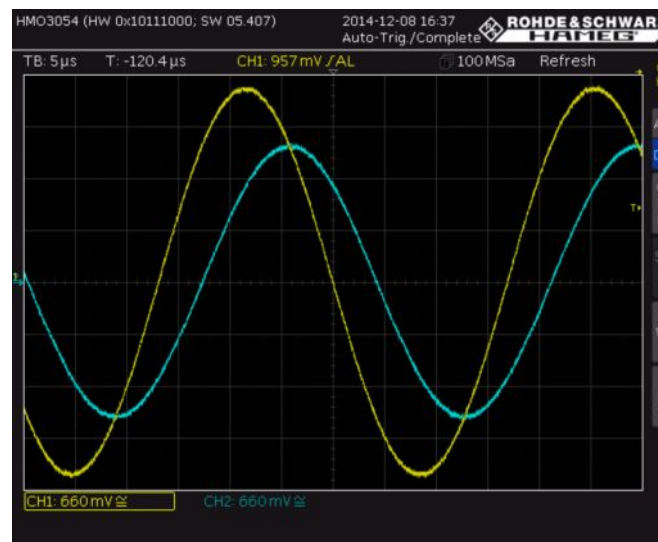

Рис. 2-41 – Графики u_{in} (CH1, желтый) и u_{out} (CH2, синий) на частоте среза ФНЧ
- Нажмите клавишу *Quick View* для отключения функции Quick View (Быстрый просмотр). На рис. 2-41 показано ослабление и фазовый сдвиг выходного напряжения на частоте среза.